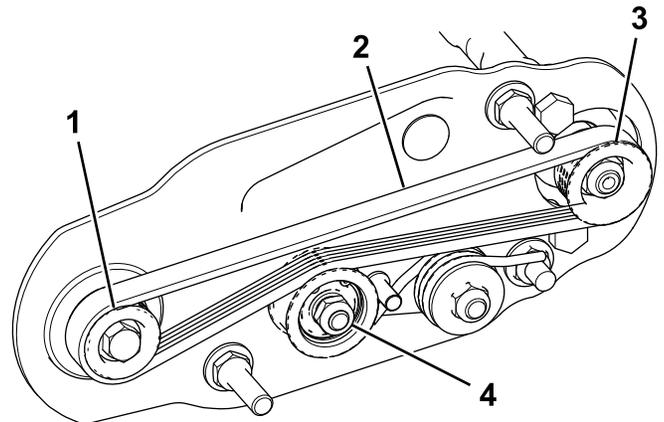

图 23
- A. 先缠绕驱动皮带轮周围的皮带然后再缠绕总轮皮带轮顶部上方的皮带图 23。
- B. 启动从动皮带轮上的皮带图 23。